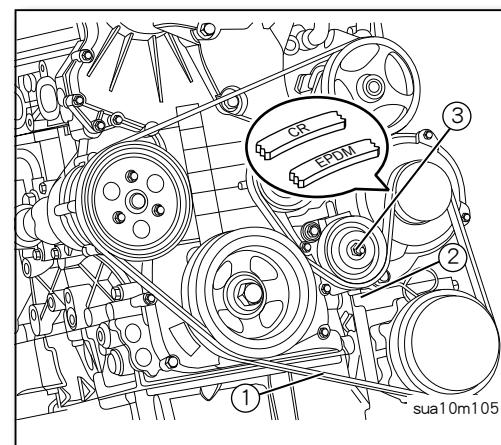

图2
- 将压缩机皮带①组立在惰轮上③(如图2)。
- 调整惰轮螺栓②，用适当套筒扳手锁紧调整螺母，并用皮带张力计确认皮带张力。
¹: 有关皮带的材质种类，请检查皮带表面的标示(如图2)。